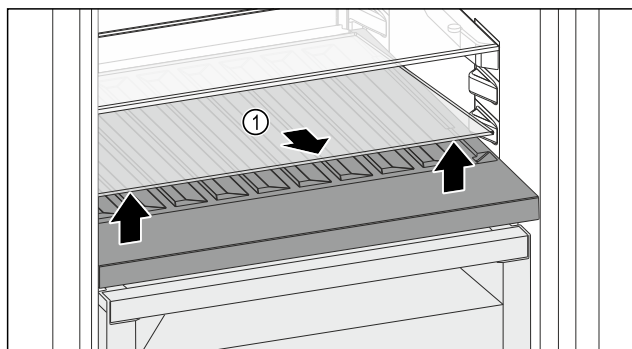

Fig. 142
- Sklenú dosku Fig. 142 (1) na vybraní vpredu nadvihnite a vytiahnite.
- Sklenú dosku Fig. 142 (1) bezpečne uchováajte mimo zariadenia.